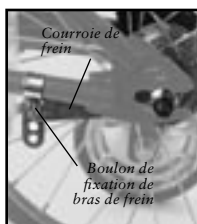

Figure 3.63 - Pièces de frein à rétropédalage
**Une fois par mois**, vérifiez que le boulon de fixation du bras de frein est serré et que la courroie de frein est bien attachée à la base (figure 3.63).
1. Desserrez et retirez le boulon de fixation du bras de frein (figure 3.63).